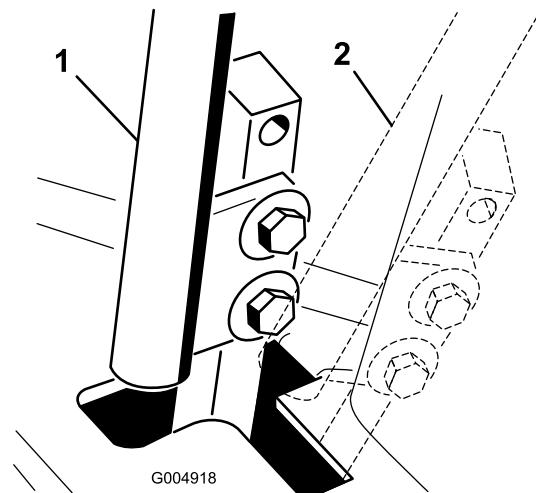

図 64
- レバーのうちの1本をニュートラル位置にセットするがロックはしない(図 64)。
6. コントロール・レバーと、コンソールのノッチとの位置関係を見る(図 64)。レバーがノッチの中心に整列しており、レバーを外側に倒せばニュートラル固定位置にセットされる状態であれば適切である。